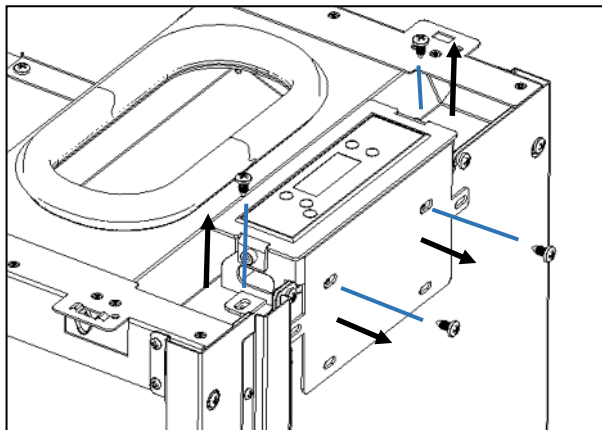

Figura 50 - Remoção do display no equipamento
a) Antes de começar a montagem das envolventes, deve remover o apoio do display do equipamento, desapertando os quatros parafusos representado na Figura 50.